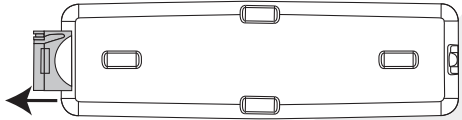

FIG. 42
2. Con el saliente hacia abajo, saque la cubierta de la batería **tirando hacia fuera** (Fig. 42). **Saque** la batería usada.